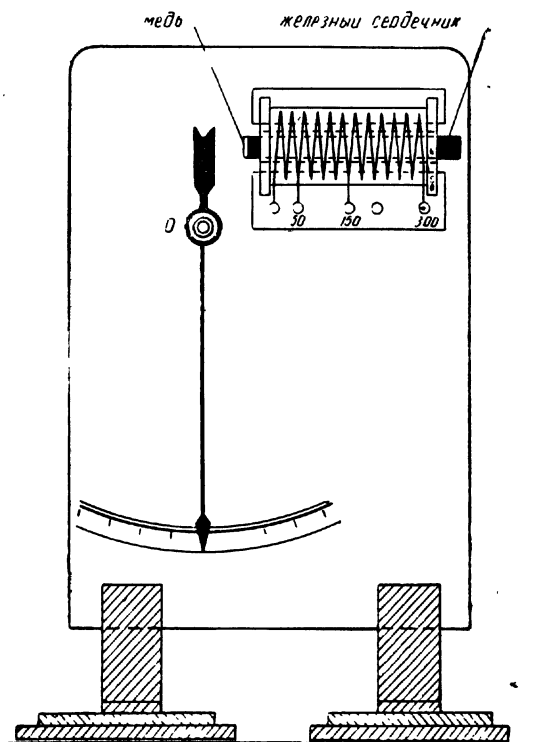

Рис. 49. Под действием магнитного поля электрического тока стрелка отклоняется от своего первоначального положения.
25. Намагничивание железа. Основными частями прибора, демонстрирующего намагничивание железа, являются стрелка и катушка. Железная стрелка может свободно поворачиваться вокруг оси (рис. 49). Катушка наматывается изолированным медным проводом диаметром 0,8—1 мм и имеет 300 витков (отводы делают от 50, 150, 200 и 300 витков). Катушку по направляющим ползьям можно приближать или удалять от стрелки.